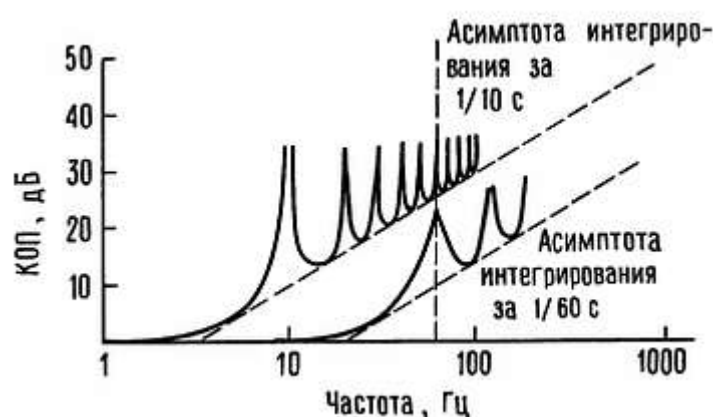

Рис. 9.55. Подавление помех интегрирующим АЦП.
2. Выходной сигнал пропорционален среднему значению входного напряжения на (фиксированном) интервале времени интегрирования. Выбирая этот интервал времени равным кратному периода сетевого напряжения, можно сделать преобразователь нечувствительным к фону переменного тока 60 Гц (и его гармоник) на входном сигнале. Результирующая чувствительность к сигналам помех как функция от частоты показана на рис. 9.55 (интервал интегрирования 0,1 с).